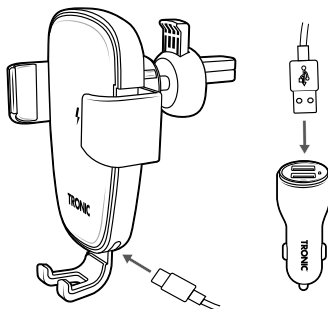

Fig. 1
- ◆ Conecte el soporte para vehículos a través del cable de carga **11** en el adaptador USB para vehículos **10**; consulte la fig. 1.